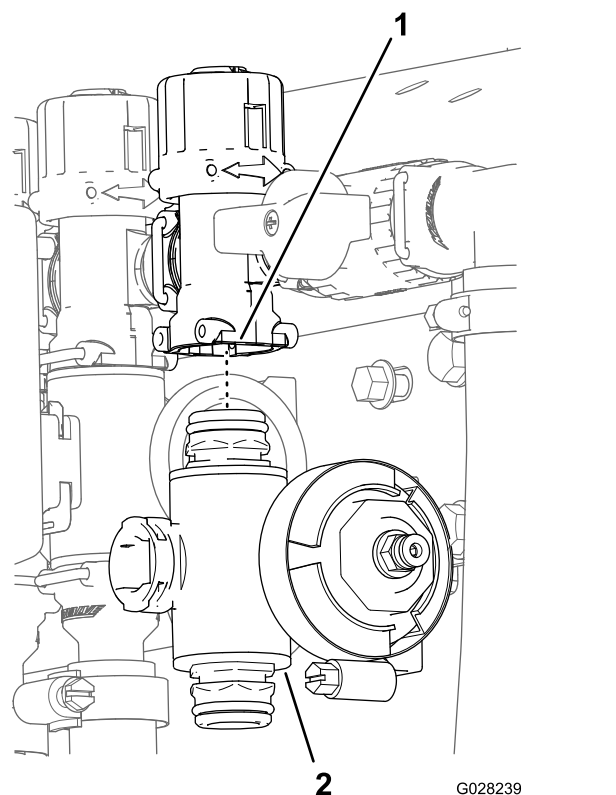

**Figure 120**
- Retirez les étriers qui fixent le raccord de sortie au collecteur de vanne de section et le collecteur de vanne au raccord de dérivation (Figure 120).